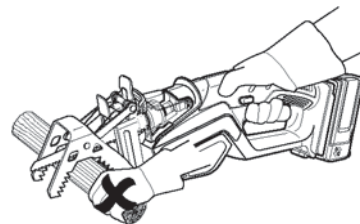

Fig. 19
- > Ne tenez pas la pièce à la main; si nécessaire, immobilisez-la avec des outils de serrage adéquats (Fig. 19).